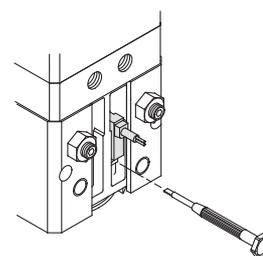

Figura 3
- Ajuste el detector en una posición adecuada con un destornillador de relojero según lo indicado en la Figura 3.